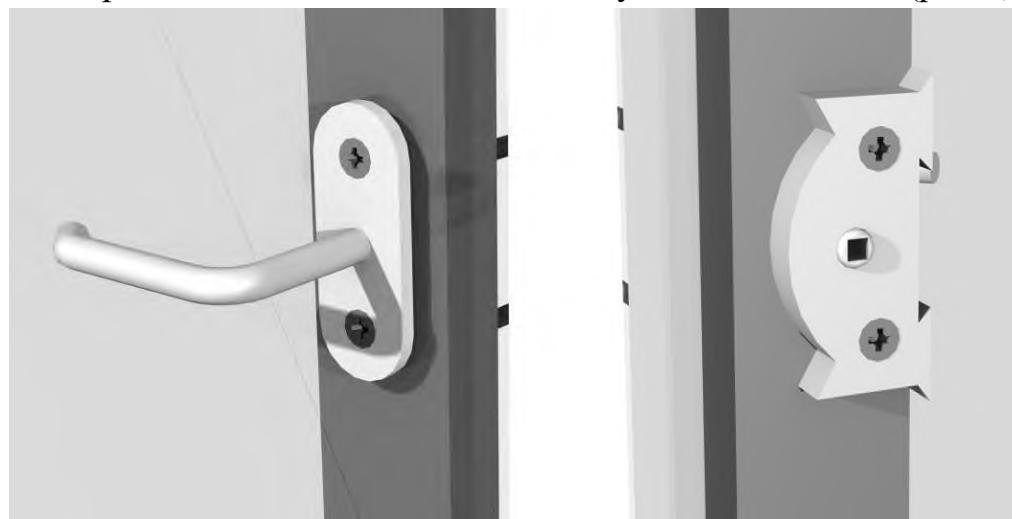

Рис.5 Ручка и замок
5. Ручки для дверей и форточек установить поверх поликарбоната **Поз.7** при помощи саморезов 3.9x19 **Поз.16**, после чего установить замки (рис.5).